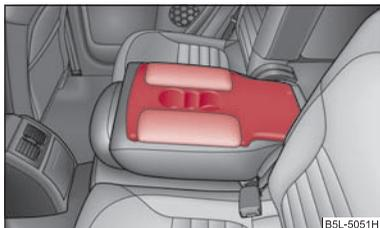

Fig. 68 Sedili posteriori: Bracciolo
- E' possibile ribaltare in avanti lo schienale del sedile centrale ⇒ pag. 70, "Ribaltamento dei sedili posteriori" ed utilizzarlo come bracciolo o tavolino con portabevande ⇒ fig. 68.